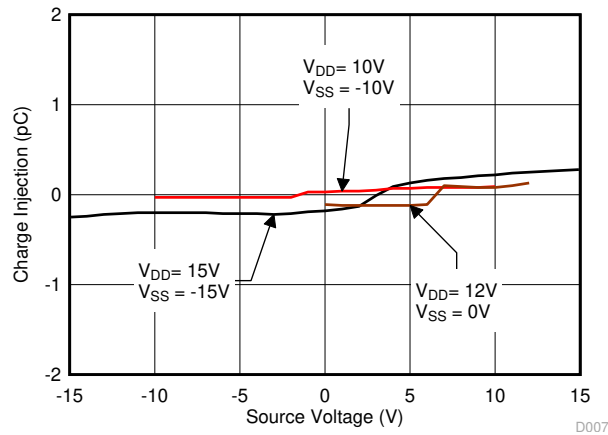

図 7-16. 電荷注入とソース電圧との関係
TMUX6119 は、図 7-16 に示されるように、特殊な電化注入キャンセル回路を採用しており、ソース (SA または SB) からドレイン (D) への電荷注入を、 $V_S = 0V$ の条件下で最大 0.19pC まで低減します。